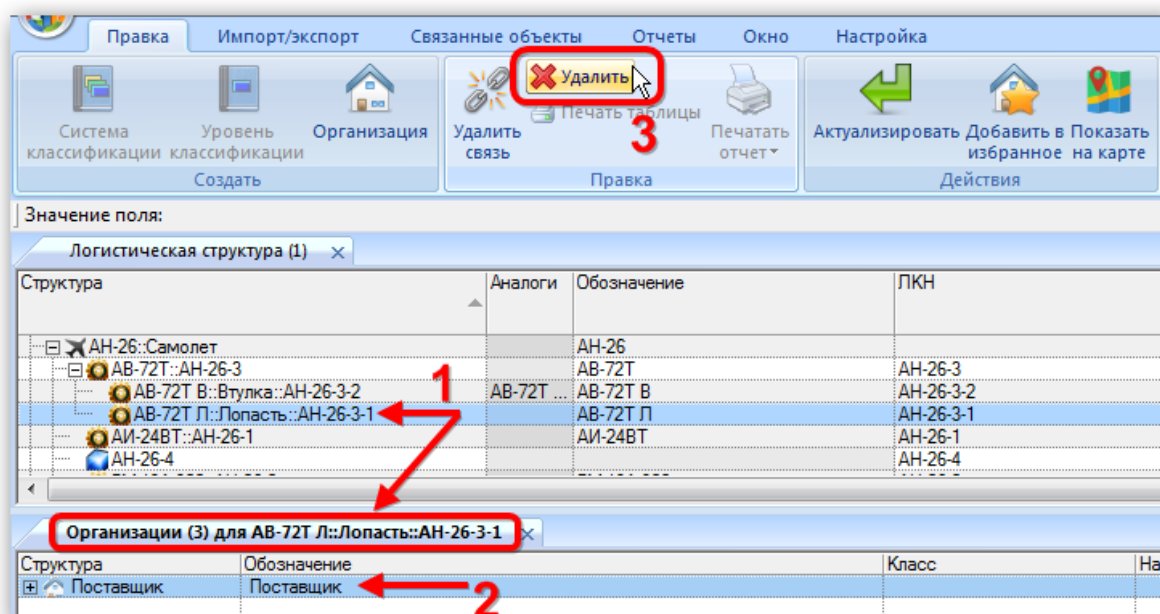

Рис. 9-56 – Окно связанных объектов «Организации» для выбранного компонента
- 3) В рабочей области откроется новое окно – окно связанных объектов «Организации», в котором отображены организации, связанные с выделенным компонентом (рис. 9-56).